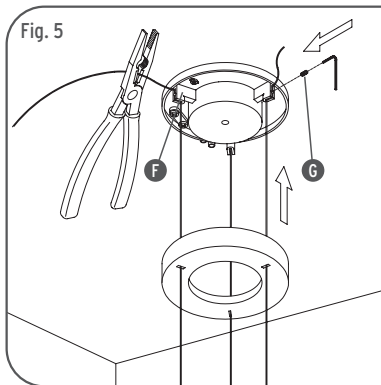

Fig. 5
<IT> Fig.5 Piegare di circa 90° l'estremità dei tre cavi di acciaio quindi inserirli nelle apposite guide (F) dell'attacco a soffitto; regolare l'apparecchio all'altezza desiderata quindi bloccare i cavetti serrando le viti (G) con la chiave fornita in dotazione; tagliare l'eventuale eccedenza dei cavi.
<GB> Fig.5 Bend the ends of the three steel cables by about 90° and then insert them into the corresponding guides (F) of the plugs on the roof; regulate the apparatus to the desired height thereafter block the cables by tightening the screws (G) with the keys supplied with the equipment; cut any excess length of the cables.